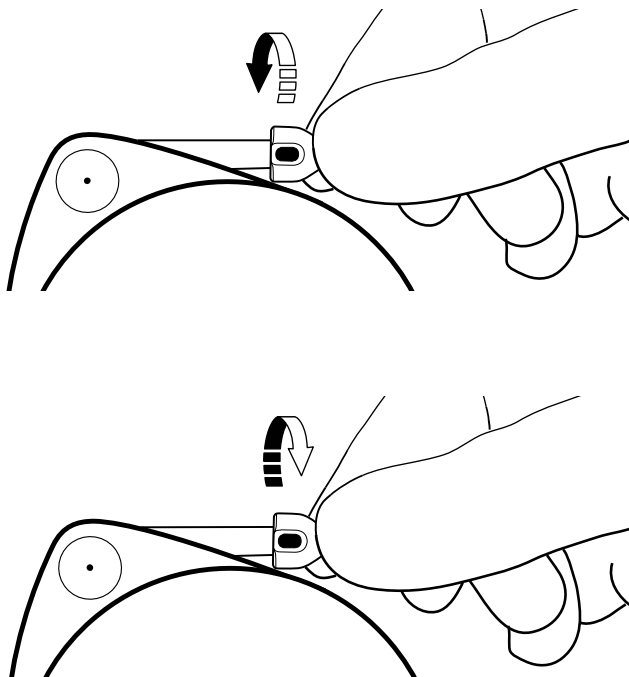

Abbildung 21. Kontrolle des ordnungsgemäßen und sicheren Anschlusses durch Drehen des Pumpenconnectors
- c. Den nahtlosen Pumpenkonnektor um mindestens 90° nach links und rechts verdrehen (Abbildung 21).